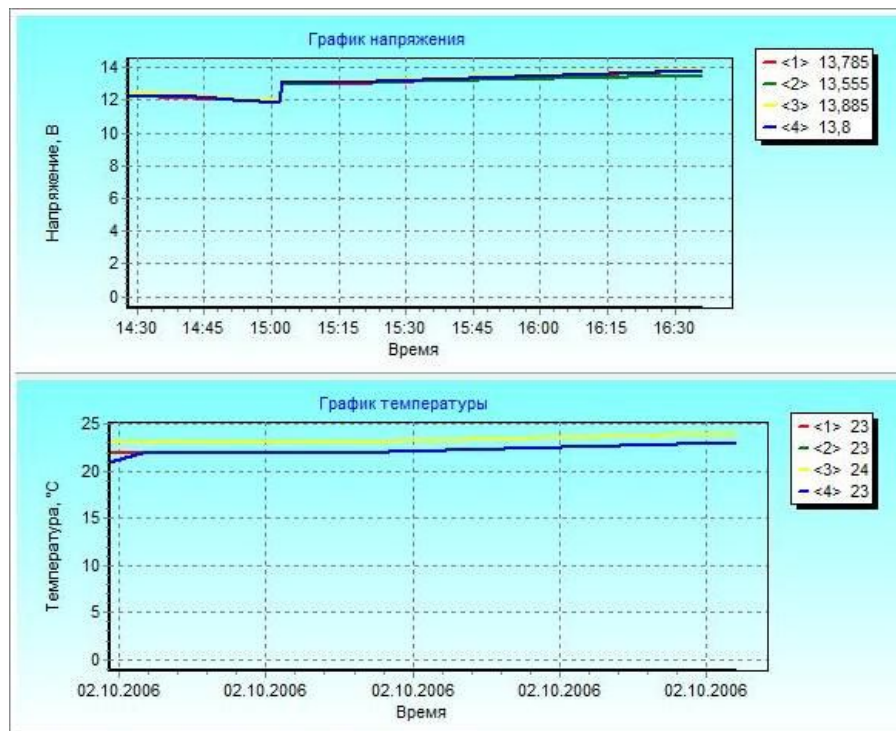

Рис. 152. Графики с поэлементным контролем
- с поэлементным контролем Рис. 152